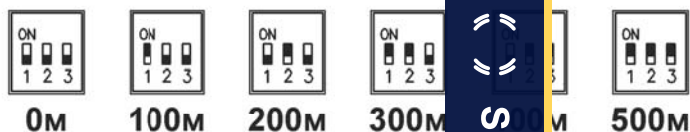

Рис.4 Выбор дальности переключателем дальности
1. Установите дальность, соответствующую длине линии в пределах 0 – 500 м, переключателем дальности, установленным на приёмнике. Выбор дальности показан на рис.4.